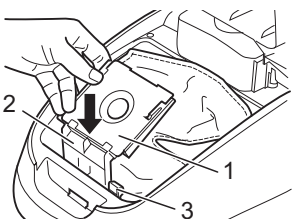

Abb. 21
7. Setzen Sie dann den Staubbeutelhalter (Abb. 21/1) wieder in den Staubraum ein. Schieben Sie dafür die Führung des Staubbeutelhalters (Abb. 21/2) gerade in die dafür vorgesehene Schiene ein, bis die Verriegelung für den Staubraumdeckel (Abb. 21/3) zurückgeklappt wird.